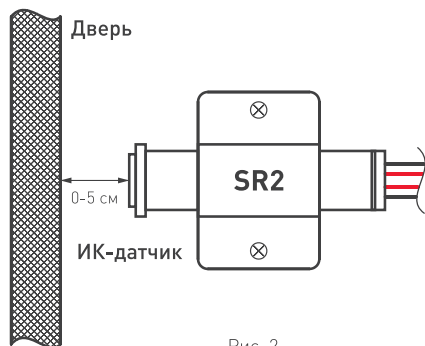

Рис. 2.
- Датчик SR2-Door Round должен быть смонтирован таким образом, чтобы дверь в закрытом положении находилась на расстоянии 0-5 см от лицевой стороны датчика (рис. 2). Свет будет включаться при открывании двери и выключаться при её закрывании. Для лучшего отражения ИК-сигнала от черных поверхностей наклейте на дверь небольшой отражающий элемент.